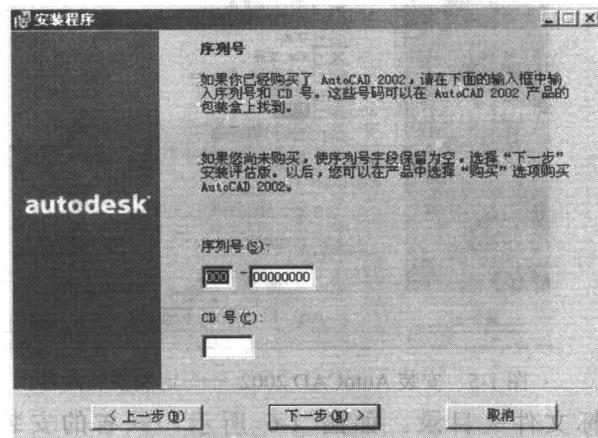

图 1-3 安装 AutoCAD 2002 ——序列号和 CD 号
(4) 弹出序列号窗口，如图 1-3 所示。用户将获得的序列号和 CD 号输入，然后单击【下一步】按钮。